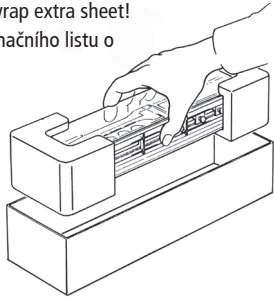

Fig. 2
**Betriebsbedingungen:** Es empfiehlt sich, das Modell 30 Minuten vorwärts und 30 Minuten rückwärts ohne Belastung **einlaufen zu lassen**, damit Ihr Modell einen **optimalen Rundlauf** und **beste Zugkraft** bekommt. Der kleinste befahrbare Radius für dieses Modell ist **R2** (358mm) des ROCO-Gleissystems (Modell ohne lange Kolbenschutzrohre) (Fig. 2 ).
**Operating instructions:** Before use is advisable to let the loco go around about 30 minutes forwards and 30 minutes backwards without load, to obtain an optimal circuit and best tractive power. The smallest radius this model should run is **R2** (358 mm) (model without long tubes protection pistons) (fig. 2).